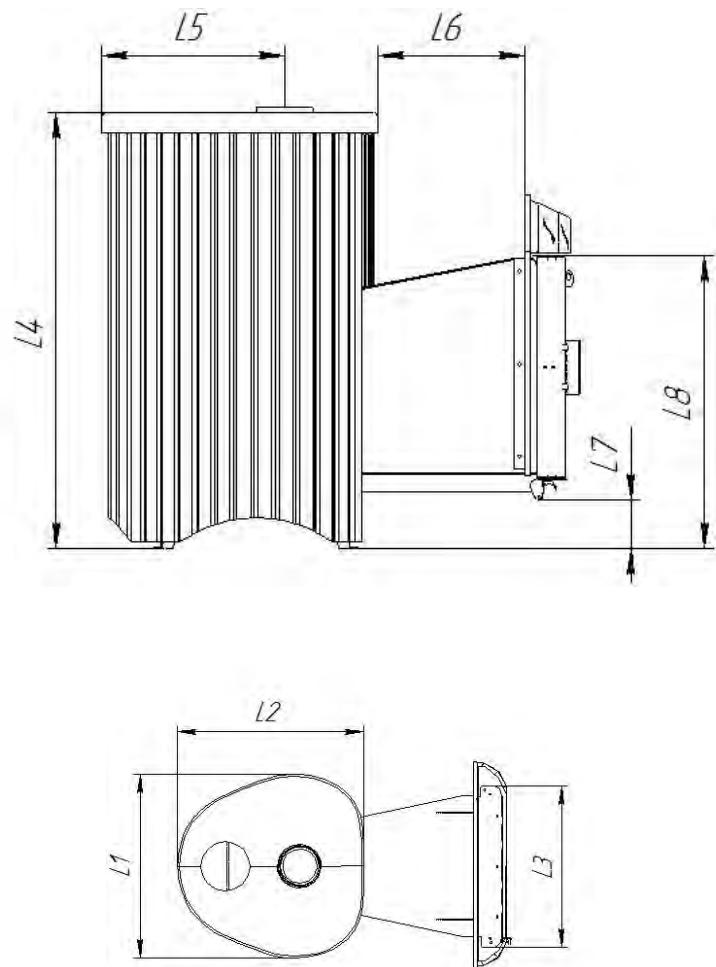

Рисунок 4.1. Общий вид печи, с нанесенными основными размерами
**4.1.** На рис. 4.1. показан общий вид печи с обозначенными основными размерами.
- 8.2.8.** Для установки печи «сквозь стену» проделайте или заранее спроектируйте в стене отверстие с такими размерами, чтобы вокруг тоннеля оставалось с каждой стороны свободное пространство, примерно 40-50 мм (рис. 8.2.1.). Необходимые для этого размеры печей показаны выше на рис. 4.1. и приведены в табл. 4.1.